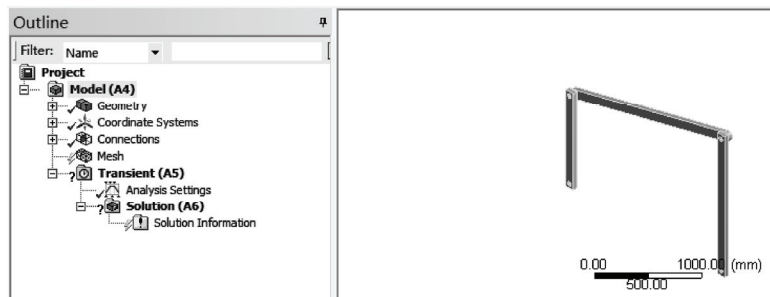

图 16-11 分析树结构图
1) 双击主界面项目管理区项目 A 中的 A3 栏 Model 项，进入 Mechanical 界面，查看分析树结构图如图 16-11 所示，在该界面下即可进行网格的划分、分析设置、结果查看等操作。